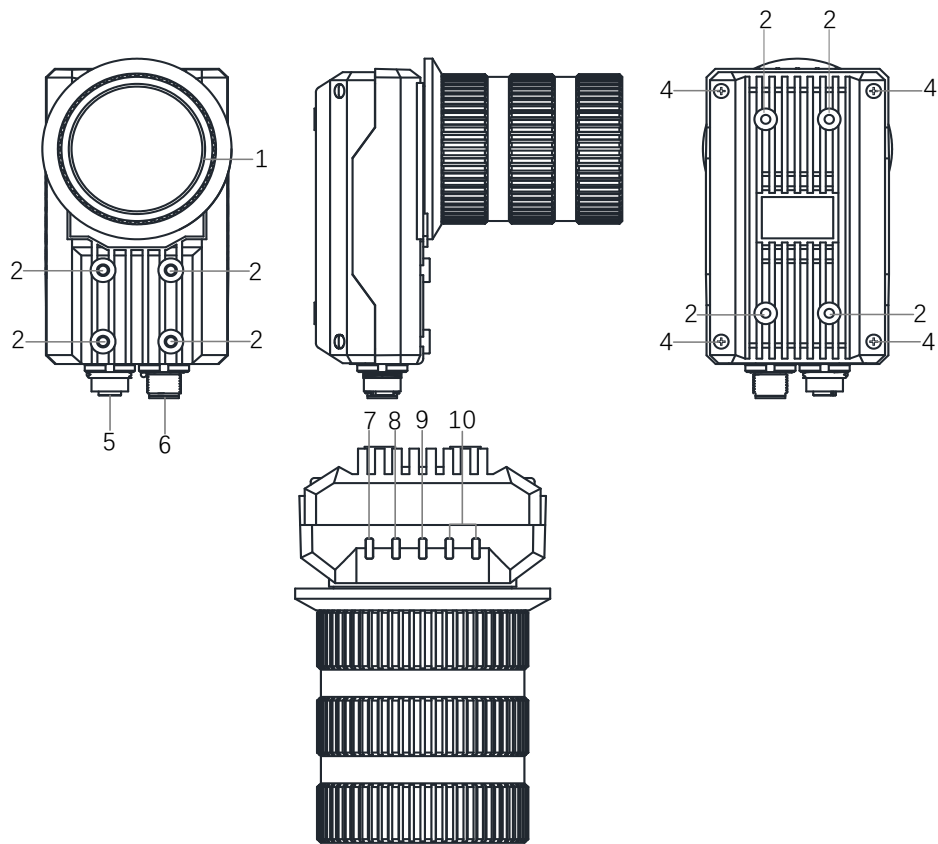

图1-4 不带光源、不带镜头设备外观
- 设备不带光源，不带镜头，选配镜头需手动调节焦距，外观如图 1-4 所示。